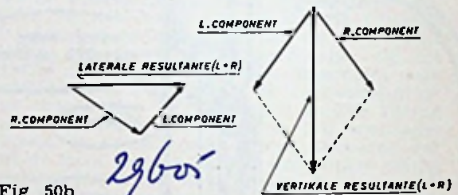

Fig. 50b
4. Het fazeverband is zodanig gekozen dat signalen welke gelijk in fase en grootte zijn, resulteren in een lateraal gemoduleerde groef ( $L + R$ ); tegenfase signalen geven dan een verticale modulatie ( $L - R$ ) (fig. 50b).